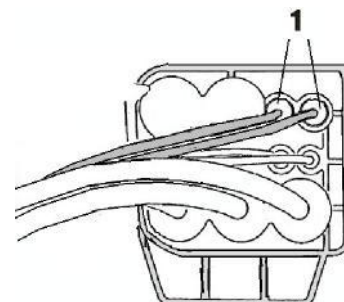

Abbildung 4
15. Kabelklemmen aus den Kammern 1 und 2 entfernen (Abbildung 4)